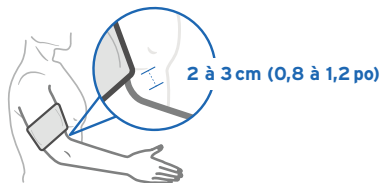

Figure 1.2
3. Enroulez le brassard autour de votre bras gauche en laissant le tube contre la partie intérieure de votre bras. Le tube en caoutchouc doit s'étendre le long de l'intérieur de votre bras et descendre vers votre main. Le bord inférieur du brassard doit être placé à environ 2 à 3 cm (0,8 à 1,2 po) au-dessus du coude. [Figure 1.2] Le symbole  sur le bord du brassard doit être aligné sur l'artère située le long de l'intérieur du bras.